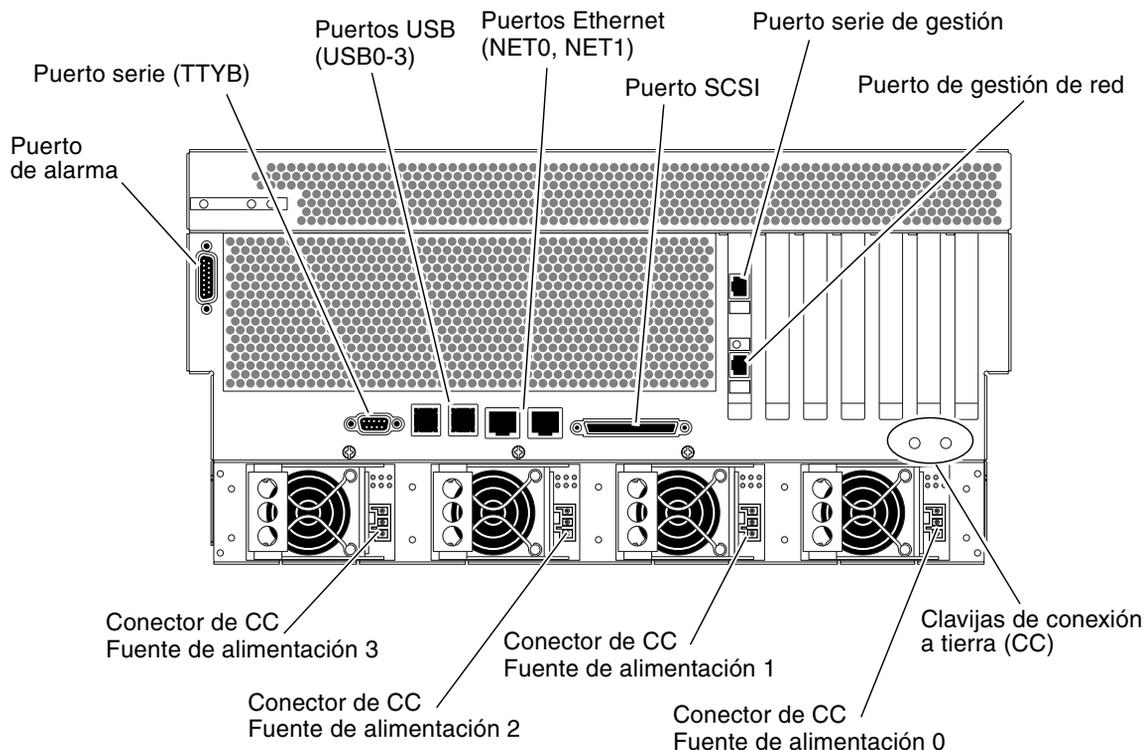
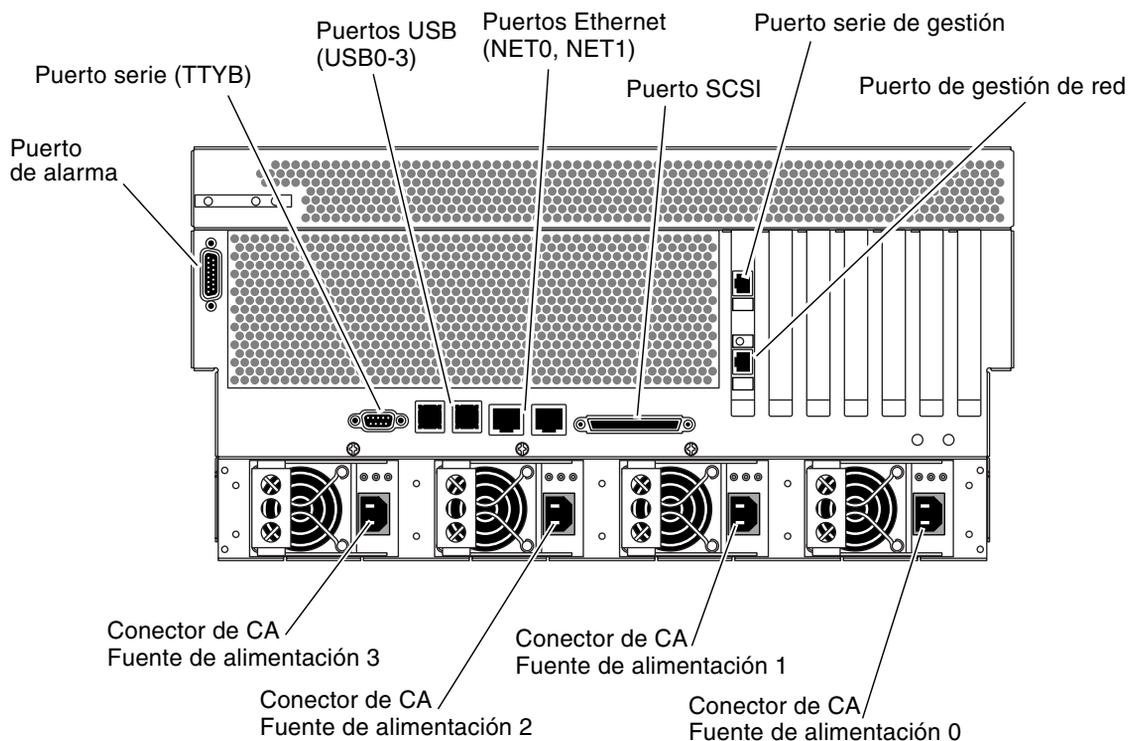

FIGURA 4-1 Componentes del panel posterior (versión de CC)
FIGURA 4-2 Componentes del panel posterior (versión de CA)
En la FIGURA 4-1 se ilustra el panel posterior de la versión de CC del servidor Servidor con los conectores de las fuentes de alimentación de CC y los puertos de E/S. En la FIGURA 4-2 puede verse el panel posterior de la versión de CA del servidor Servidor, también con los conectores de las fuentes de alimentación de CA y los puertos de E/S.
2. **Sitúese en la parte trasera del servidor y busque las dos clavijas de conexión a tierra de CC (consulte la FIGURA 4-1).**
Consulte la FIGURA 4-1 para conocer la ubicación de estos puertos. En las secciones siguientes se proporciona la configuración de señales asignadas a estos conectores.